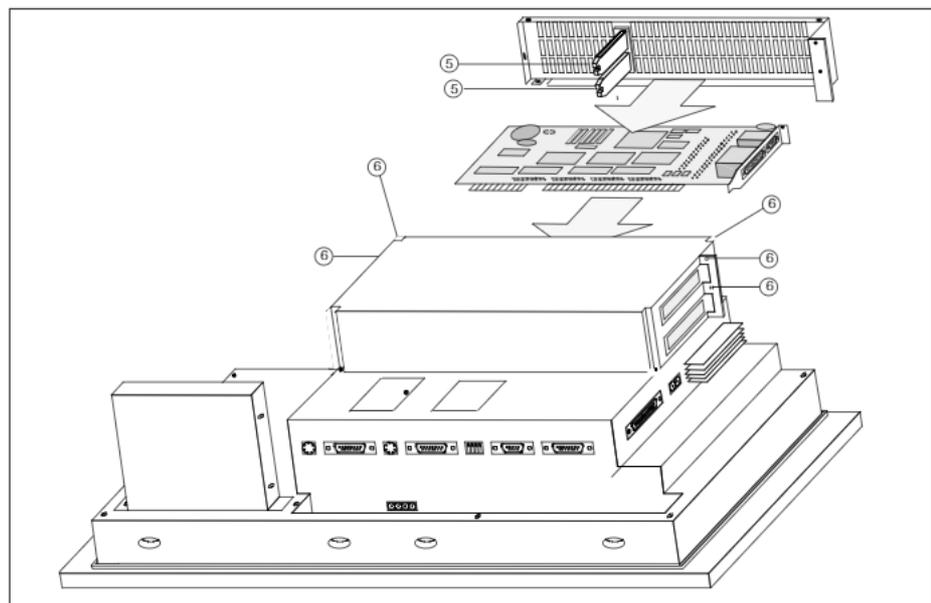

Figura 5-3 L'innesto della scheda AT e il fissaggio del pannello laterale
7. Adattare il pannello laterale in modo che le lamelle contrassegnate con ⑤ possano posizionare con sicurezza le schede AT innestate.
8. Fissare quindi il pannello laterale con cinque viti ⑥ (figura 5-3).